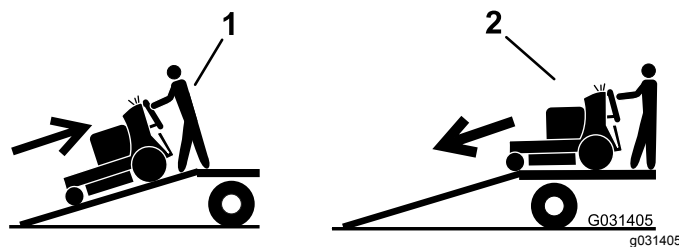

Figure 29
5. Montez la rampe en marche arrière (**Figure 29**).